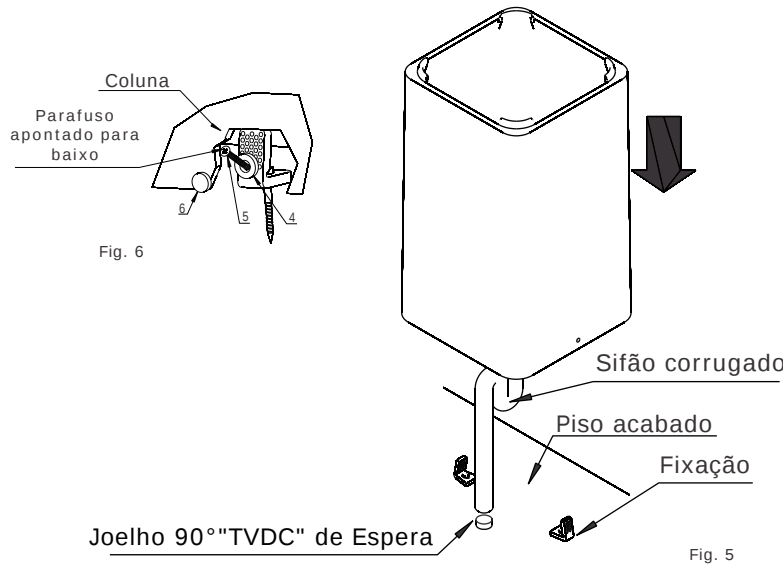

Fig. 5
- 6 Colocar a coluna em sua posição de instalação no piso, verificar o nivelamento e fixá-la com a bucha plástica e parafuso de fixação lateral (itens 04 e 05), e colocar os acabamentos (itens 06).Fig.5. Obs.: Para melhor fixação da bacia no piso, rosquear o parafuso (item 05) apontando para baixo (Fig. 6.).